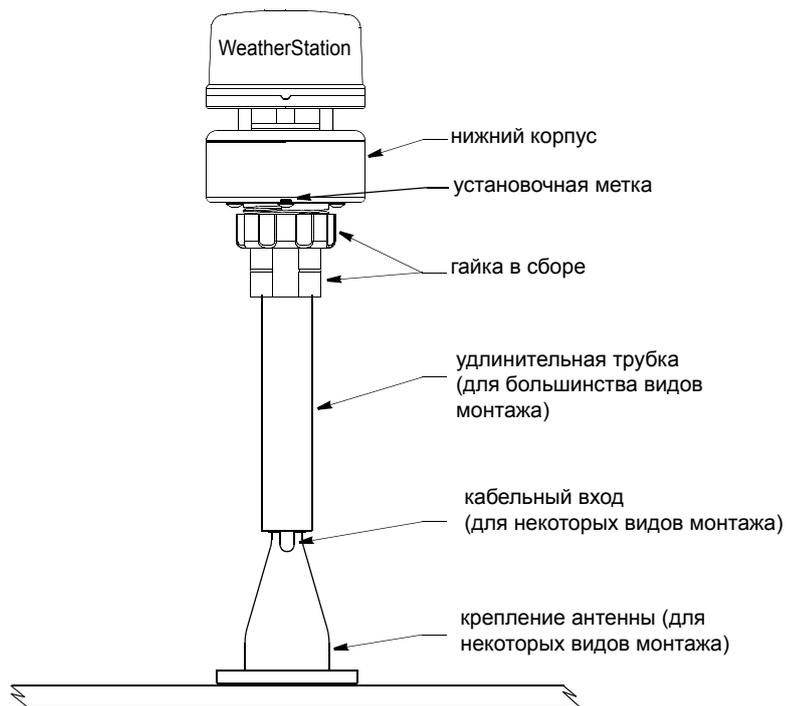

Рисунок 4. Установка (150WX)
2. Расположите монтируемое оборудование под углом 90° к монтажной поверхности. При необходимости используйте прокладки, чтобы выровнять монтажную поверхность (см. Рисунок 4).
6. Установите удлинительную трубку на крепление антенны при необходимости (см. Рисунок 4).
4. Чтобы в дальнейшем правильно определять направление ветра, соблюдайте ориентацию установочной метки. Возьмитесь за нижний корпус метеостанции WeatherStation под отражательной пластиной и поверните в требуемое положение (см. Рисунок 4).